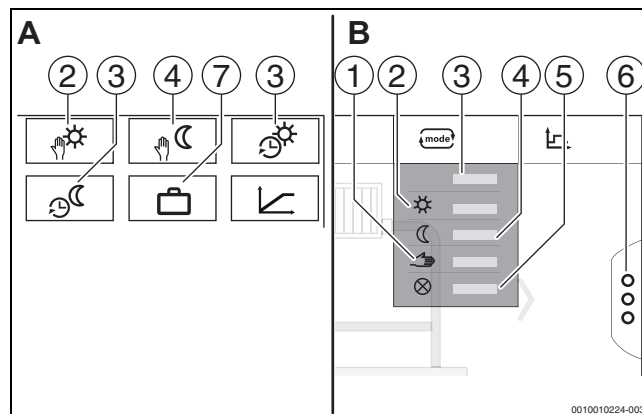
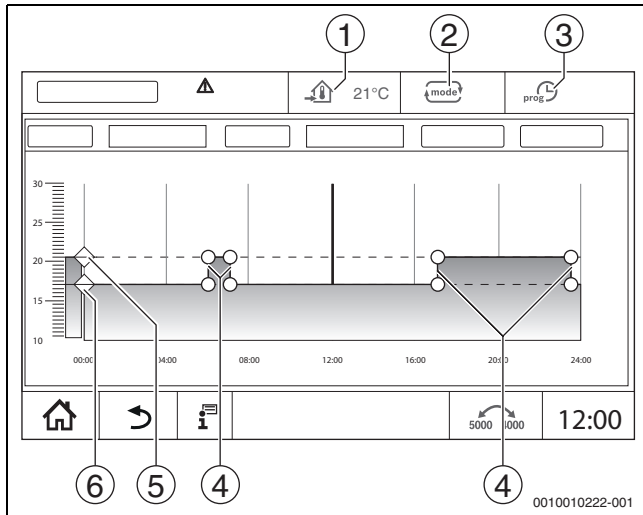

Рис. 28 Виды режимов работы
Рис. 29 Изменение Автоматический пониженный режим во временной программе
Для режимов работы (→ рис. 29, [2], стр. 54) и расширенных функций (→ рис. 28, [6], стр. 28) можно задать собственные температуры и критерии переключений. Настройки можно выполнять отдельно для каждого отопительного контура и для каждого режима работы.
- **Ручной режим отопления** (→ рис. 28, [2])
- **Ручной пониженный режим** (→ рис. 28, [4])
- **Отпуск** (→ рис. 28, [7])
**Автоматический режим отопления** предварительно задается через параметры в сервисных меню. Параметры можно изменить в программе работы по времени (→ рис. 29, [4], [5], стр. 54).
**Автоматический пониженный режим** предварительно задается через параметры в сервисных меню. Параметры можно изменить в программе работы по времени (→ рис. 29, [4], [6], стр. 54).
- ▶ Измените значения температуры смещением точек (→ рис. 29, [5], [6]).